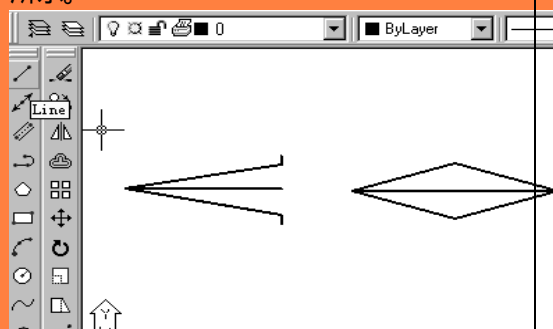

图 1-42 省缝号的完成图
(1) 定义好实线。
(2) 用 Draw( 绘图 ) 工具栏中的 Line ( 直线 ) 绘制所需图形, 完成图如图 1-42 所示。